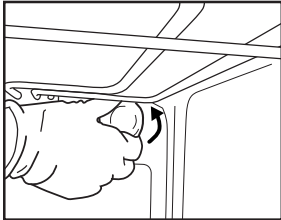

Fig. 6
2. Skru av lampedekselet (fig. 6), skift pæren (se merknad for type) og skru lampedekselet tilbake på plass.